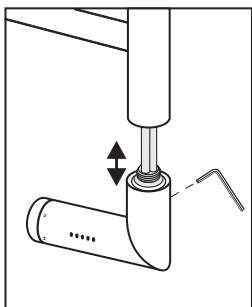

Рис.3
- 4.2. Перед началом монтажа необходимо ослабить стопорный винт в задней части МЭМ ключом ШГ №2,5 и выдвинуть нагревательный элемент относительно корпуса (рис. 3).